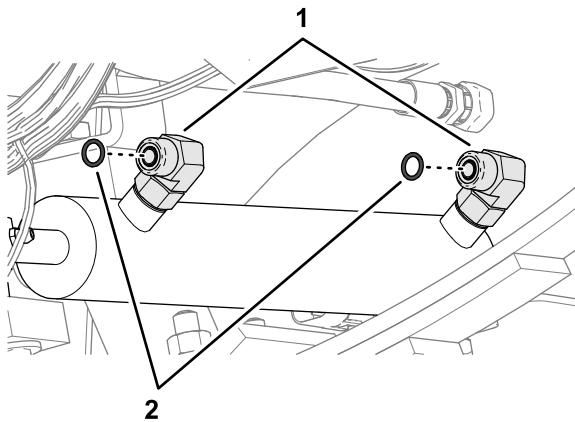

図 120
- ステアリングシリンダーの拡張ポートと後退ポートのエルボ継手面にある2つのOリングを取り外します。 (図 120)。
- 2個の新しいOリング 9.2/1.8 mm をエルボ継手の溝に取り付けます(図 120)。